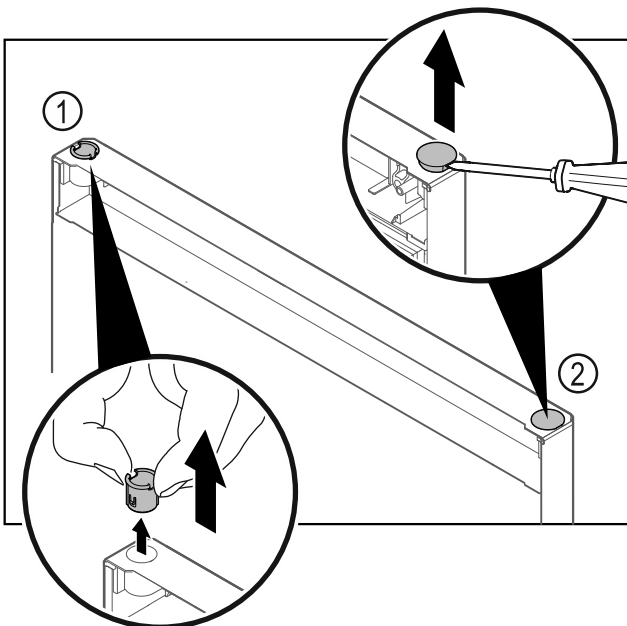

Fig. 11
- ▶ Extraer el casquillo de bisagra Fig. 11 (1) con los dedos.
- ▶ Levantar cuidadosamente el tapón Fig. 11 (2) con un destornillador para tornillos de cabeza ranurada y extraerlo.